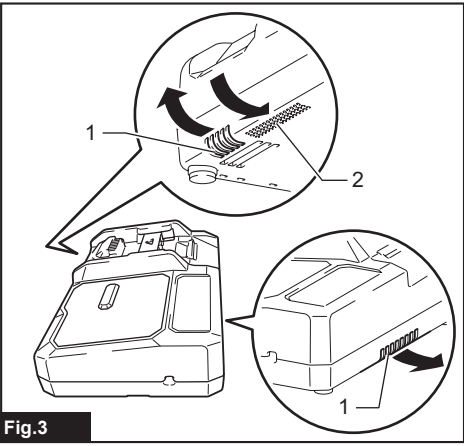

Fig.3
► **Fig.3:** 1. Exhaust vent 2. Intake vent